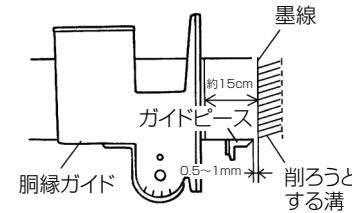
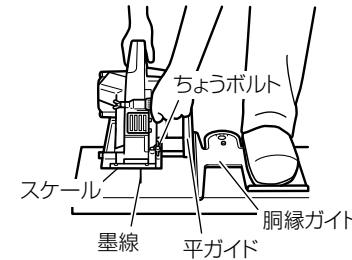

図 19
図 20
- (2) 加工材の墨線から約 15 cm 程度はなして胴縁ガイドをおきます。(図 19)
- (3) 胴縁ガイドのガイドピースは墨線より 0.5 ~ 1 mm 程度はなしてください。(図 20)
- (4) 本体を加工材の上のセスケールの 0 マークの位置に墨線を合わせます。(図 19)
- (5) ちょうボルトをゆるめ（後部にも 1 本あります）平ガイドを胴縁ガイドの側面に当て、ちょうボルトを締めて固定します。
- (6) 胴縁ガイドを足で押さえたまま、平ガイドを胴縁ガイドに押し当てるようにしながら削ります。(図 20)